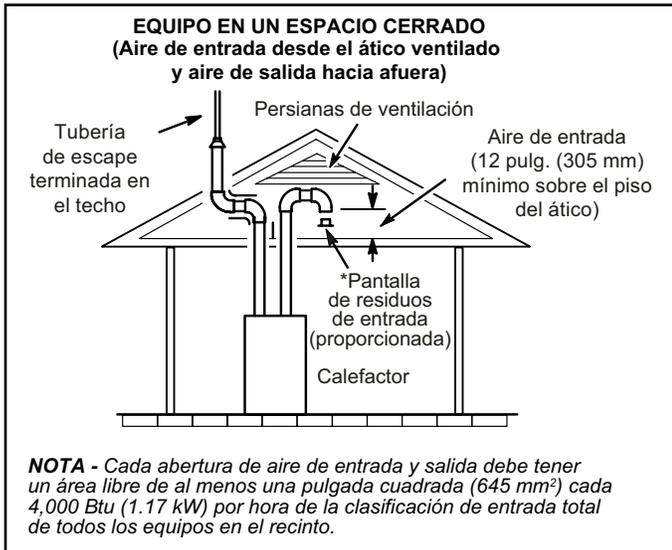
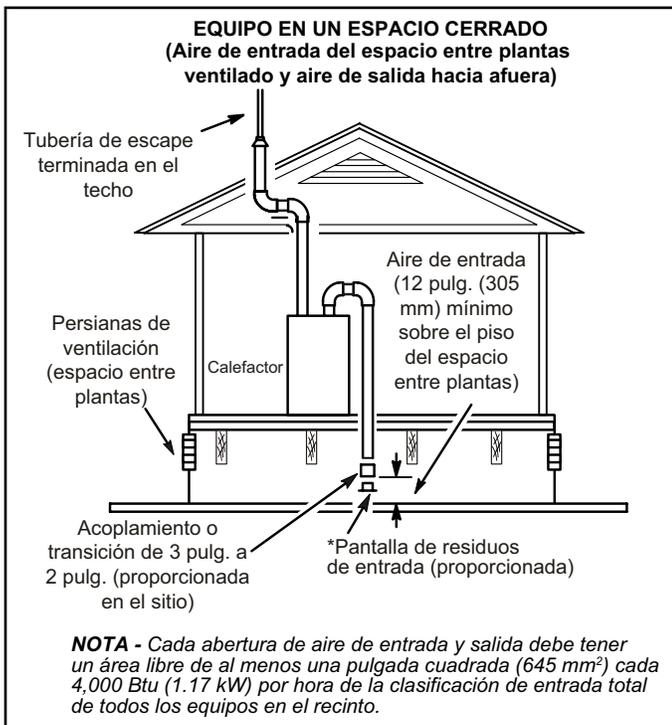

FIGURA 29
FIGURA 30
- 2 - Si el aire de entrada se toma de un ático ventilado (Figura 29) o de un espacio entre plantas ventilado (Figura 30), el largo de la ventilación de escape no debe exceder los valores listados en la Tabla 7. Si se utiliza una tubería de 3" de diámetro, redúzcala a una tubería de 2" de diámetro en el punto de terminación para acomodar la pantalla de residuos. Use un tornillo para lámina de metal para sujetar la tubería de entrada al conector, si así se desea.